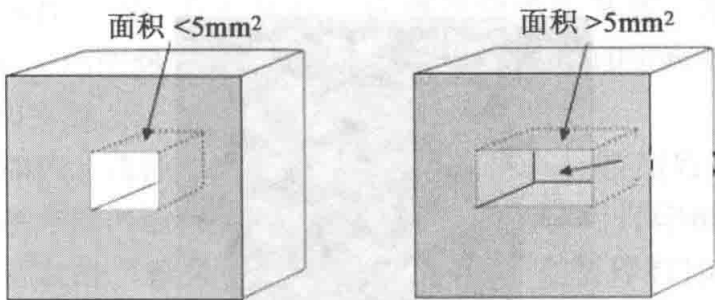

图 4-15 支撑材料的表面使用面积情况
(3) 面积。支撑材料的表面使用面积如图 4-15 所示。例如，当选择  $5\text{mm}^2$  时，悬空部分面积小于  $5\text{mm}^2$  时不会有支撑添加，将会节省一部分支撑材料并且可以提高打印速度。此外，还可以选择“仅基底支撑”以节省支撑材料。